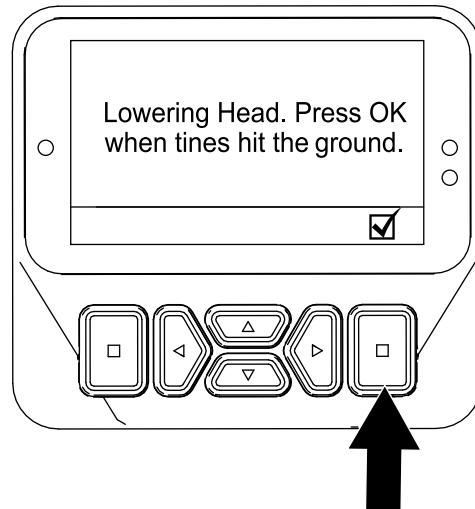

図 64
- いずれかのタインが地面に触れたら、「ヘッド下降」画面の選択ボタンを押す(図 64)。